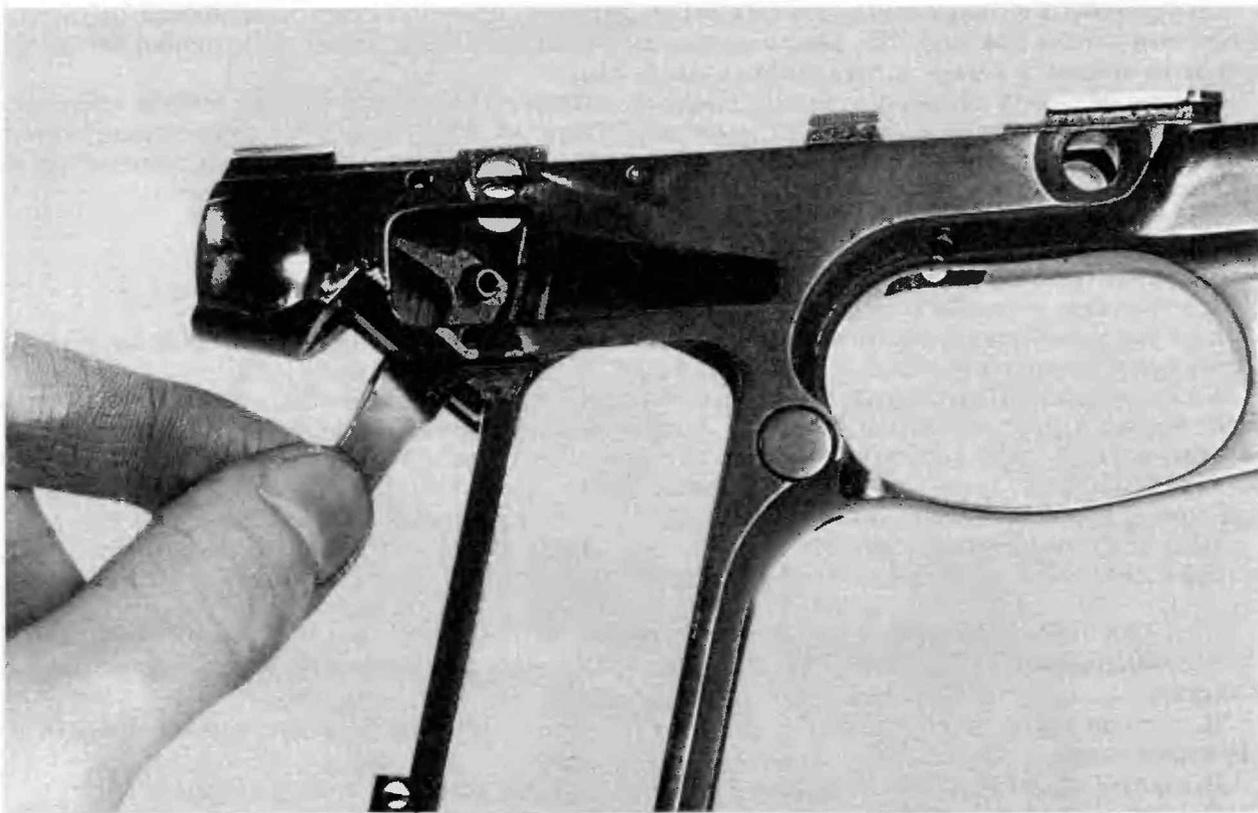

Рисунок 15
8) присоединить шептало к рамке, для чего ввести пружину в гнездо шептала, проверить, не выпадает ли она из гнезда, ввести шептало с пружиной в прорезь рамки (рисунок 15), повернуть его пружиной вперед, свободный конец пружины ввести в гнездо рамки, совместить отверстия под ось шептала и рамки и вставить ось;